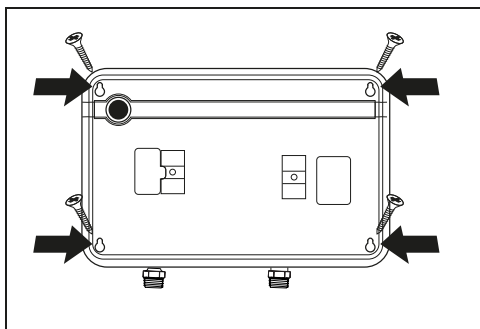

Fig. 18 Orificios de montaje
- Taladre los orificios y fije la unidad a la pared utilizando los cuatro tornillos suministrados (Fig. 18).